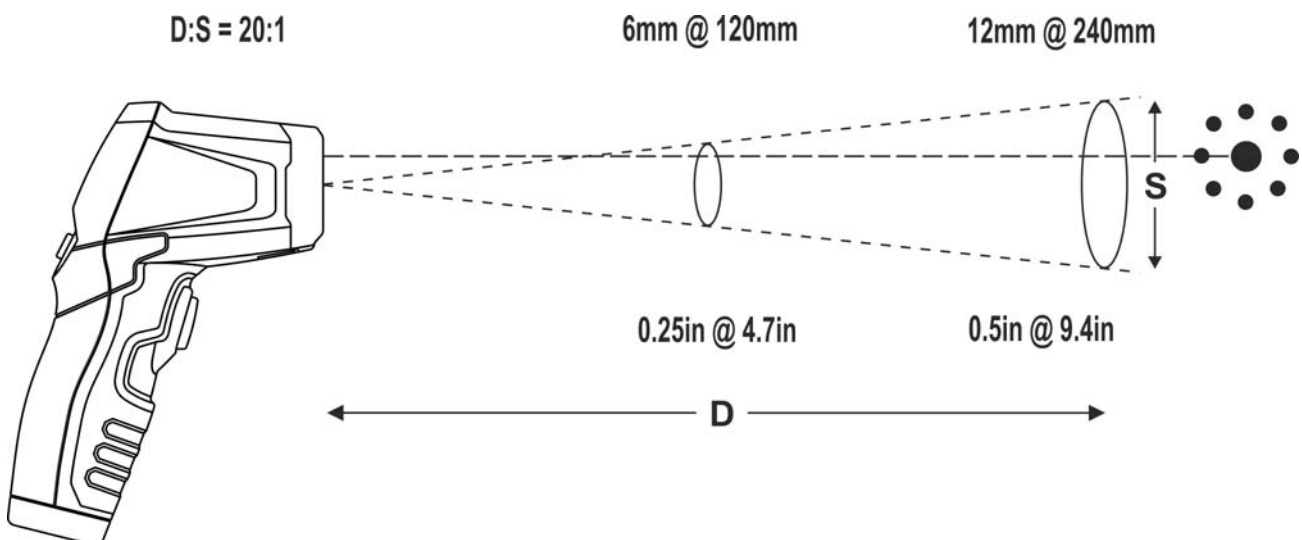

Abb. 4: Abstand / Punkt Verhältnis des Messgerätes
5. Stellen Sie sicher, dass der Gegenstand, dessen Temperatur Sie messen möchten, mindestens so groß wie die Messfeldfläche ist (siehe Abb. 4). Je kleiner der zu messende Gegenstand ist, desto kleiner muss der Abstand von Gegenstand selbst sein. Beispiel: Wenn der Abstand 30 cm beträgt, sollte die Oberfläche des Objektes min. 2,5 cm betragen, um eine korrekte Messung durchführen zu können. **Wenn die Genauigkeit wichtig ist, stellen Sie sicher, dass der Gegenstand mindestens zweimal so groß wie die Messfeldfläche ist.**